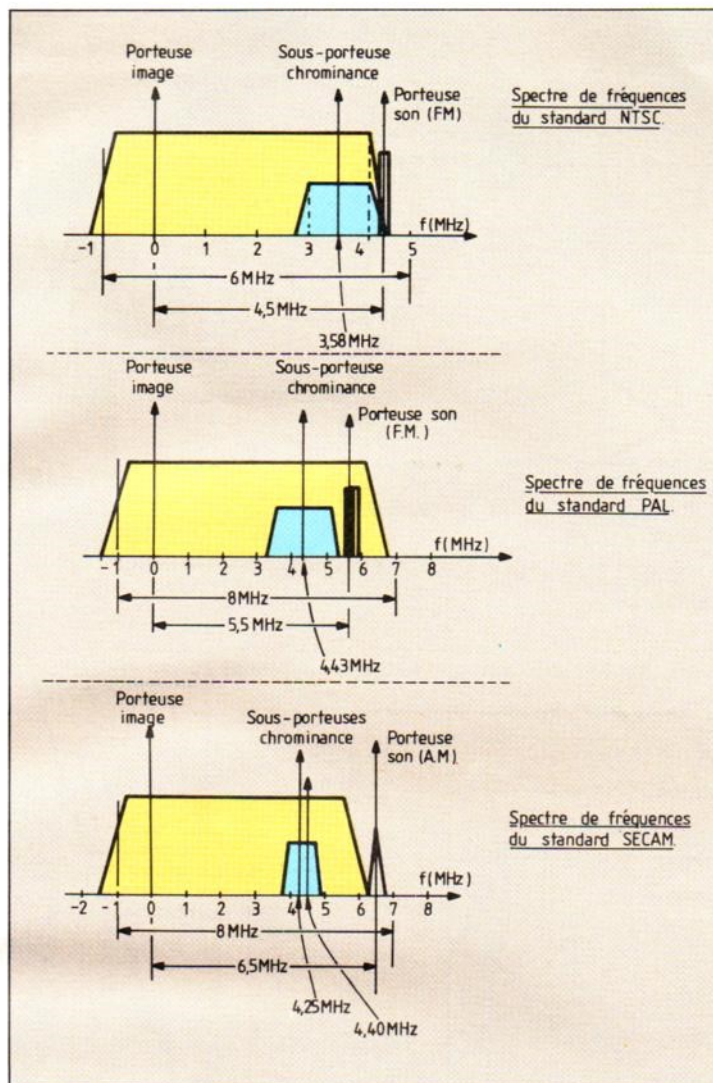

Fig. 2.
Fig. 2. - Principe de l'enregistrement des signaux de luminance (Y) et de chrominance (C) dans les formats VHS et Vidéo-8 et S-VHS et Hi 8. Dans le premier cas, les signaux de luminance sont coupés à 3,5 MHz, tandis que dans le second, ils atteignent 5 MHz. Dans les formats VHS et Vidéo-8, ces deux signaux sont multiplexés alors que dans les formats S-VHS et Hi 8, ils sont traités séparément.